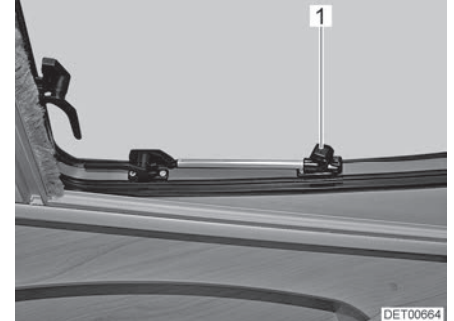

Bild 57 Dachfenster mit Dreh-Ausstellern, geöffnet
- Dachfenster bis zur gewünschten Stellung öffnen und mit Rändelknopf (Bild 57,1) feststellen.
- Rändelknopf (Bild 57,1) drehen, bis Arretierung freigegeben wird.